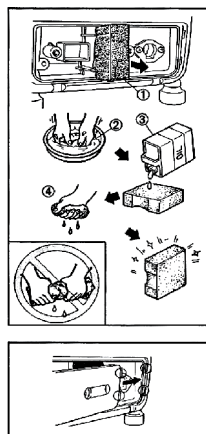

рис.3
- извлеките и осмотрите поролоновый воздушный фильтр (рис.3 поз.1);